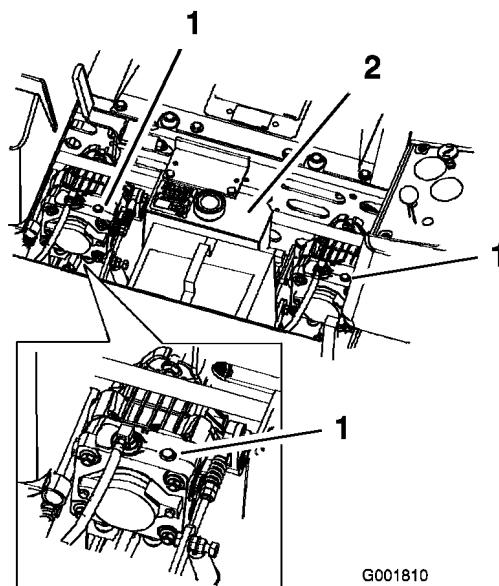

Bild 25
- Drehen Sie die Bypassventile um eine Umdrehung entgegen dem Uhrzeigersinn, um die Maschine zu schieben. So kann Hydrauliköl an der Pumpe vorbei direkt zu den Rädern fließen, die sich daraufhin drehen können (Bild 25).
Drehen Sie zum Einsatz der Maschine die Sicherheitsventile eine ganze Umdrehung nach rechts (Bild 25).